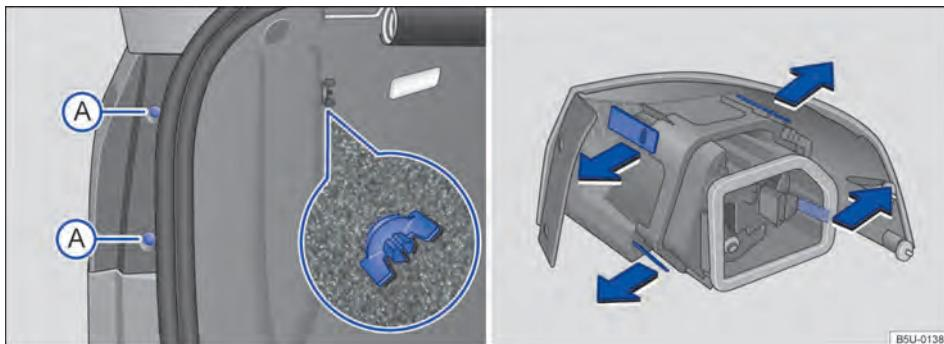
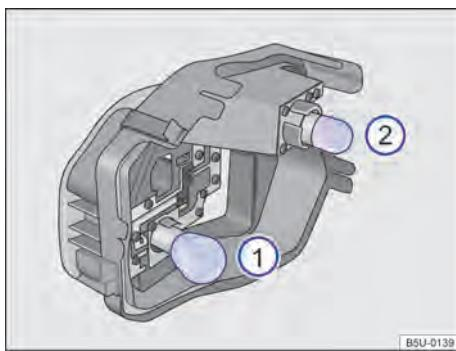

Fig. 159 Na carroceria: remover a lanterna traseira e suporte das lâmpadas.
Fig. 160 No suporte das lâmpadas: localização das lâmpadas.
- 3) Remover os parafusos de fixação → Fig. 159 (A).
- 4) Soltar o parafuso borboleta → Fig. 159 (lupa) e retirá-lo, segurando, ao mesmo tempo a lanterna traseira.
- 5) Puxar cuidadosamente a lanterna para fora, para desencaixá-la da carroceria → ①.
- ① Para destravar o suporte das lâmpadas, pressionar cada lingueta de travamento no sentido das setas → Fig. 159.
- ② Remover o suporte das lâmpadas da lanterna traseira.
- ③ Para remover as lâmpadas incandescentes queimadas → Fig. 160 ① e ②, pressionar a lâmpada contra o suporte e girar, ao mesmo tempo, no sentido anti-horário.
- ④ Substituir a lâmpada incandescente queimada por uma lâmpada incandescente nova do mesmo modelo.
- ⑤ Para inserir as lâmpadas novas ① e ② no suporte, pressionar a lâmpada e girar, ao mesmo tempo, no sentido horário, até o bate.
- ⑥ Certificar-se de que as lâmpadas estão corretamente fixadas no suporte.
- ⑦ Instalar o suporte das lâmpadas na lanterna traseira. As linguetas de travamento devem encaixar de forma audível.
A localização e a identificação das lâmpadas incandescentes → Fig. 160 estão relacionadas a seguir: